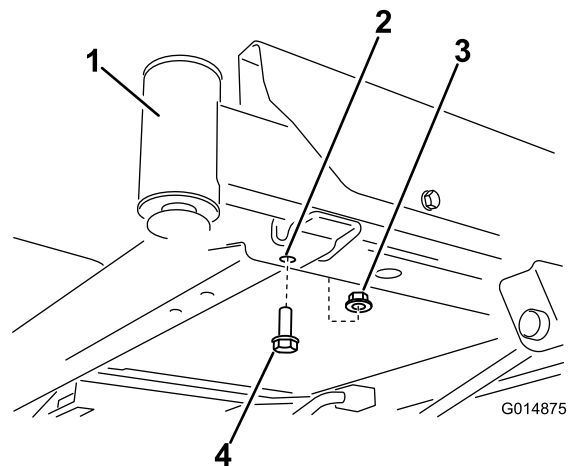
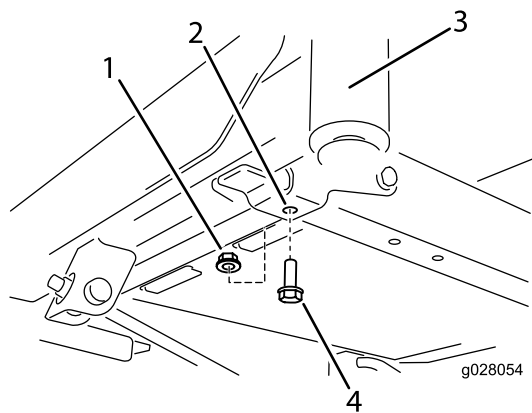

Figure 1
Figure 2
2. Localisez les boulons avant sur le dessous du cadre (Figure 1 et Figure 2). Retirez les deux boulons (3/8 x 1 po) et les deux contre-écrous (3/8 po). Conservez les contre-écrous.